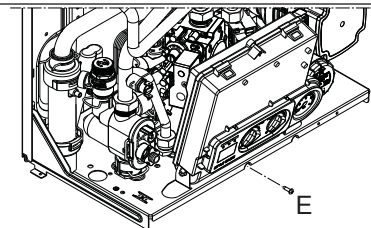

Fig. 4.10
- desenroscar el tornillo de fijación (E) del panel (fig. 4.10)